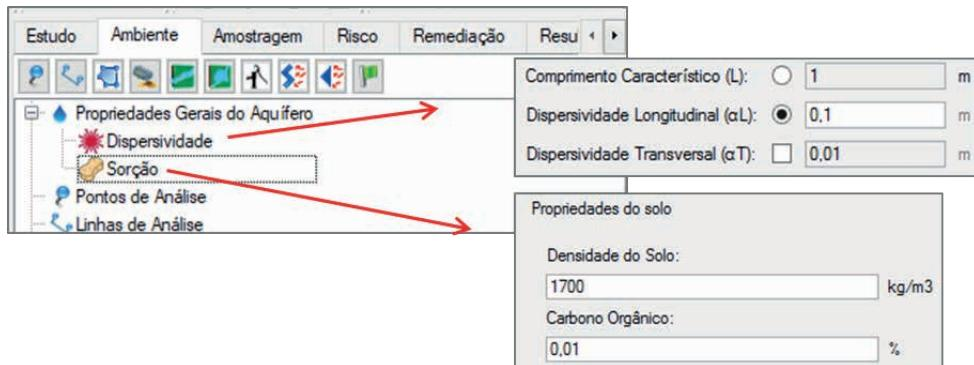

Figura 3.10 Características físicas e químicas do aquífero, no módulo **Ambiente**.
- **Dispersividade e Sorção:** Esta seção aborda as características físicas e químicas do transporte de contaminantes (Figura 3.10). Para este exemplo, essas informações não serão alteradas, permanecendo conforme configuração *default* do programa.